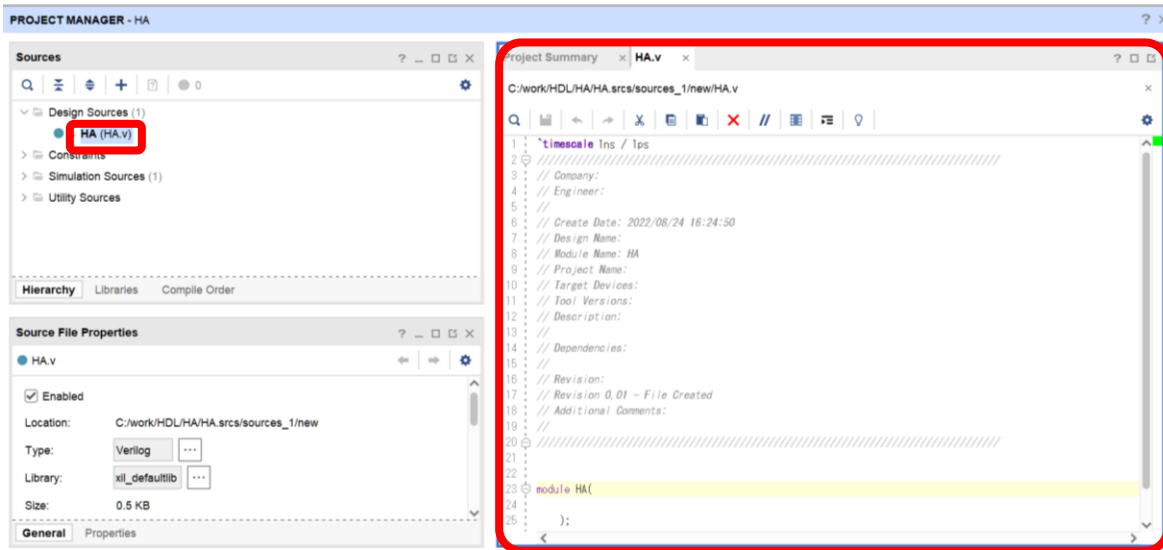

図 11.11 プロジェクトの作成および論理合成の手順 10
10) 「Design Sources」直下の表記（この場合は HA）をダブルクリックする。その後、右のエリアにプログラムを記述するスペースが表示される（図 11.11）。